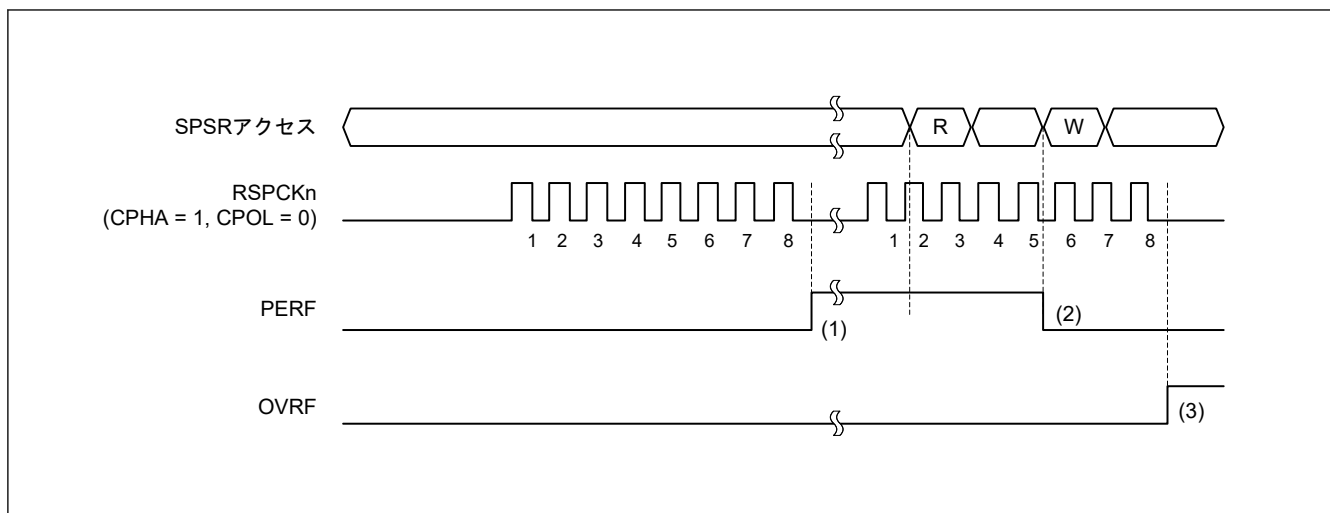

図 26.30 OVRF フラグおよび PERF フラグの動作例
図 26.30 に OVRF フラグと PERF フラグの動作例を示します。図 26.30 に記載の SPSR アクセスは、SPSR レジスタへのアクセス条件を示します。W は書き込みサイクル、R は読み出しサイクルを示します。この例では、SPCR2.SPPE ビットが 1 の状態で全二重シリアル通信を行います。SPCMD0.CPHA ビットが 1、SPCMD0.CPOL ビットが 0 の設定で、SPI が 8 ビットのシリアル転送を実行しています。RSPCK_n 波形の下に記載した数字は RSPCK サイクル数 (= 転送ビット数) を示しています。
以下に、図 26.30 の (1)～(3) に示したタイミングでのフラグの動作内容を説明します。